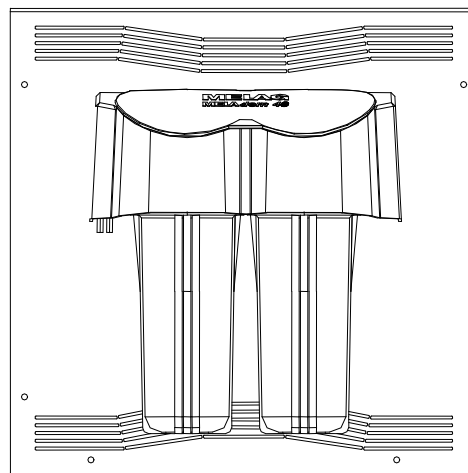

Abb. 5: MELAdem[®] 40 an der Gerätehaube montiert
MELAdem[®] 40 senkrecht von oben einhängen und nach unten schieben, bis das Gehäuse der MELAdem[®] 40 in die Aufnahmen einrastet (siehe Abb. 5).
- MELAdem[®]40 senkrecht von oben einhängen und nach unten schieben, bis das Gehäuse der MELAdem[®]40 in die Aufnahmen einrastet (siehe Abb. 5).